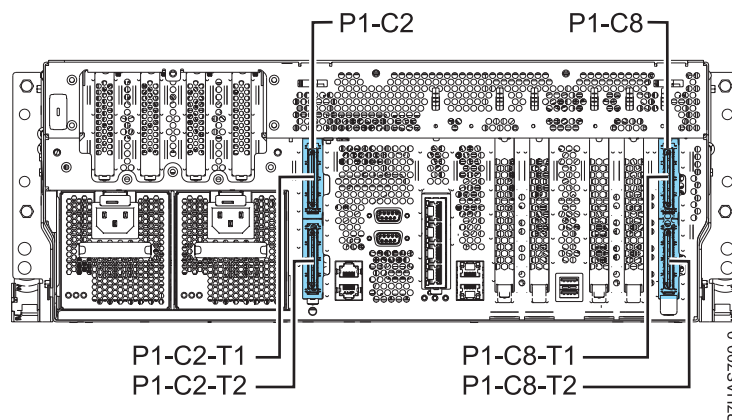

Abbildung 1. Rückansicht von 8202-E4B oder 8205-E6B mit den GX++-Adaptersteckplätzen P1-C2 und P1-C8
- Wenn ein Prozessorchipmodul im System installiert ist, wird vom System nur ein GX-Adapter unterstützt, der nur im GX++-Adaptersteckplatz 1 (P1-C2) installiert werden kann. Wenn in Steckplatz P1-C2 die optionale PCI-Erweiterungseinheit installiert ist, ist dieser Steckplatz für den GX-Adapter nicht verfügbar. Informationen zu den GX-Adaptersteckplätzen und den Positionscodes finden Sie unter Abb. 1.